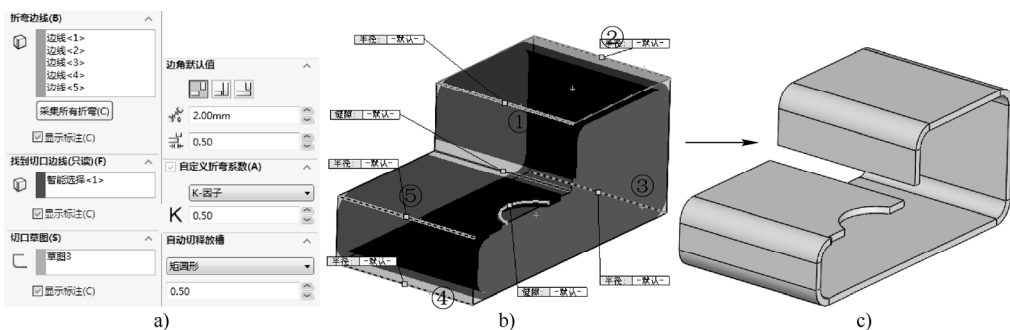

图 8-11 “转换到钣金”命令操作 2
STEP 2 切换到“折弯边线”卷展栏，并顺次选择 5 条边线，再切换到“切口草图”卷展栏，并选择“草图 3”作为生成切口的草图实体，其他选项保持系统默认设置，单击“确定”按钮即可将此实体转换为钣金，如图 8-11 所示。